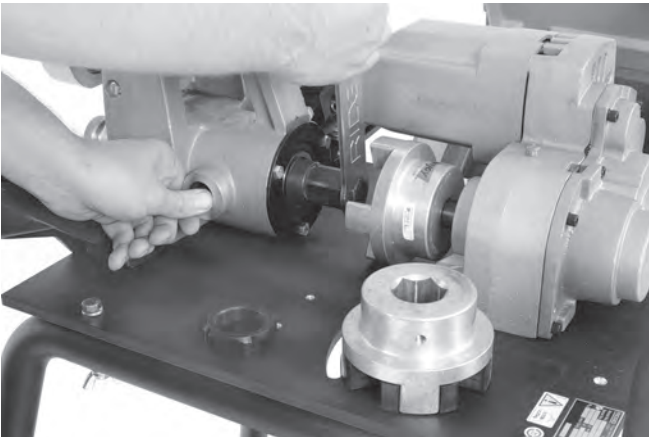

Abbildung 26 – Ausbau des Zugbolzens
6. Lösen Sie den Zugbolzen mit dem $\frac{15}{16}$ -Zoll-Einsatz im Steckschlüssel (Abbildung 26).